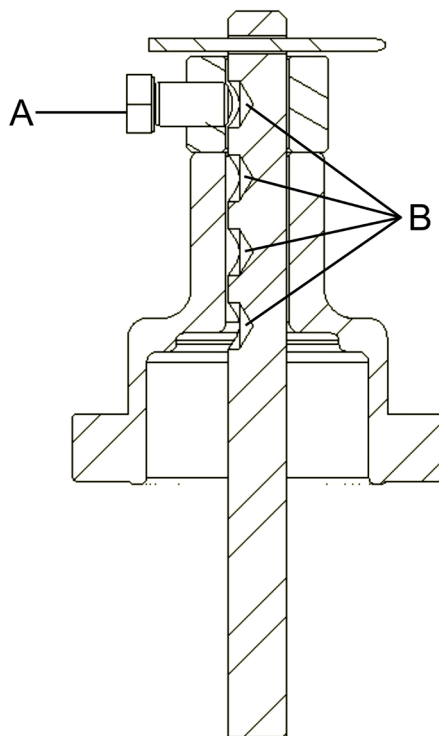

fig. 26
Alinear el tornillo (A) (fig. 26) con el encaje de la varilla (B) (fig. 26) para asegurar que el sistema permanezca bloqueado.